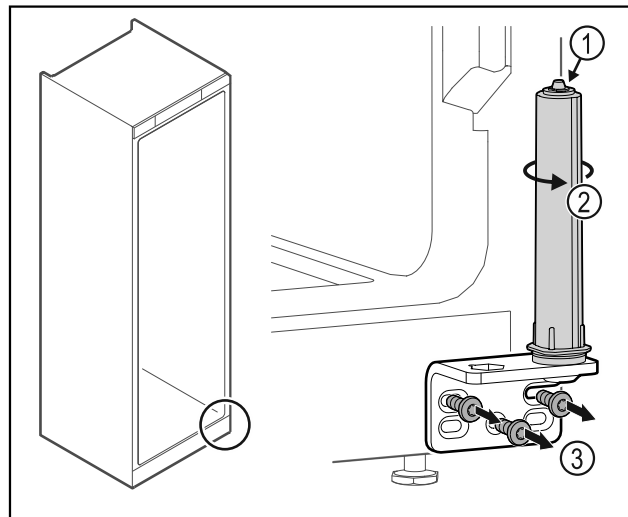

Fig. 39
- ▶ Systemu blokującego drzwi nie należy demontować Fig. 39 (1).
- ▶ System blokujący Fig. 39 (2) obrócić do momentu, aż kliknie.
- ▶ Odkręcić zawias Fig. 39 (3).